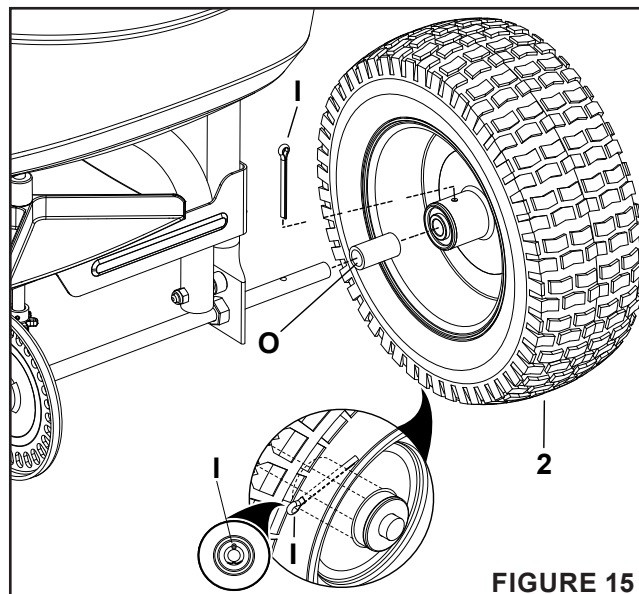

FIGURE 15
Étape 15: (Voir la figure 15)
1. Du côté droit de l'épandeur, faites glisser une entretoise (O) et une roue (2) sur l'extrémité de l'essieu.
2. Fixez la roue du côté intérieur à l'aide d'une goupille fendue de 3/16 po x 2 po (I), en écartant les extrémités.